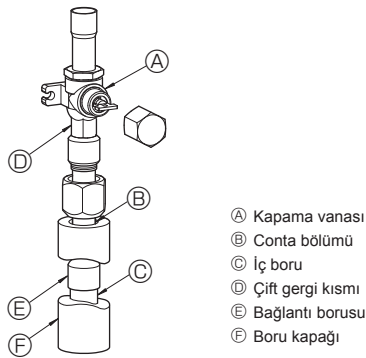

Fig. 4-3
③ Gaz boruları bağlantısı için aşağıdaki yöntemi kullanınız. (Fig. 4-3)